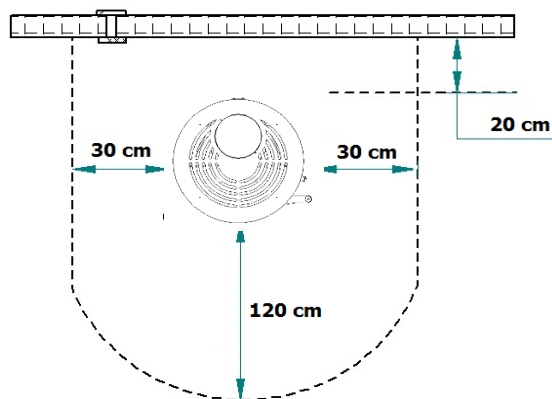

Figura 28 - Distanze minime di sicurezza
* Sulle pareti immediatamente adiacenti alla stufa non sono ammessi materiali infiammabili. Si deve rispettare una distanza di sicurezza di 20 cm sul retro, di 30 cm sui lati e di 120 cm sul davanti, Figura 28;